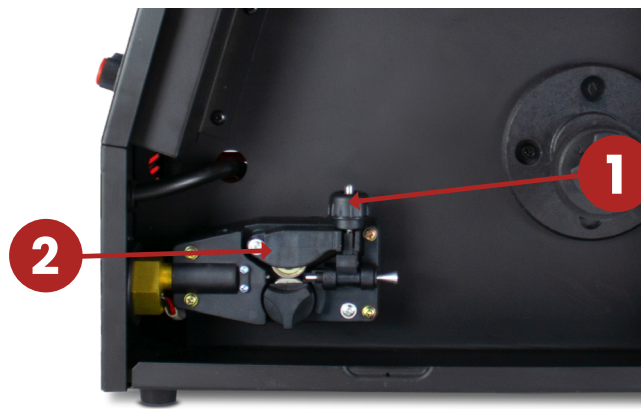

Figura 2
2. Abra o braço de pressão do alimentador (Peça 1, figura 2).
3. Posicione o arame no canal guia (Peça 2, figura 2).